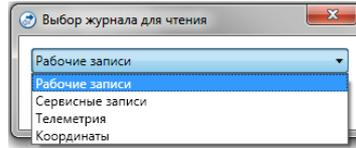

Рис. 47 Выбор журнала событий для чтения
- ✓ Во вкладке *Журнал событий* выберите *Прочитать*. В открывшемся окне выберите тип записи (рабочие, сервисные, телеметрия, координаты) и нажмите *ОК* (рис. 47).